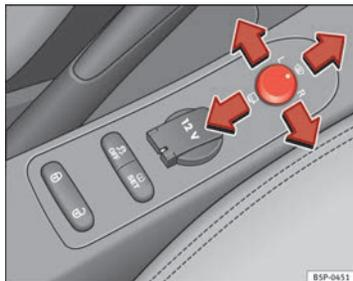

Fig. 90 Comando dos retrovisores exteriores
1. Rodar o botão giratório ⇒ Fig. 90 para a posição **L** (espelho retrovisor esquerdo).
- Rodar o comando ⇒ Fig. 90 até à posição ☞ para rebater os retrovisores exteriores. Para evitar danos no veículo, deve recolher os retrovisores exteriores sempre que o veículo entre num túnel de lavagem automática.